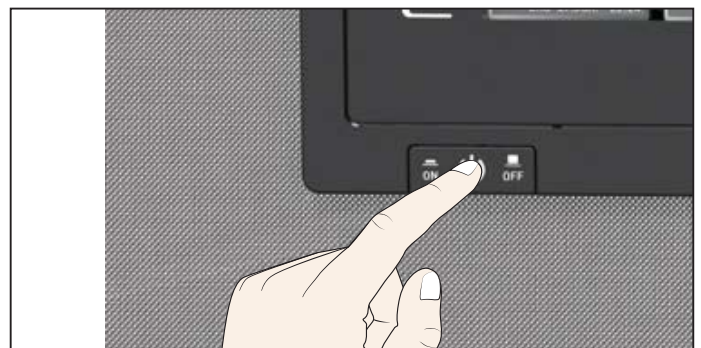

Рис. 20 Выключение устройства
3. Выключите устройство (Рис. 20).